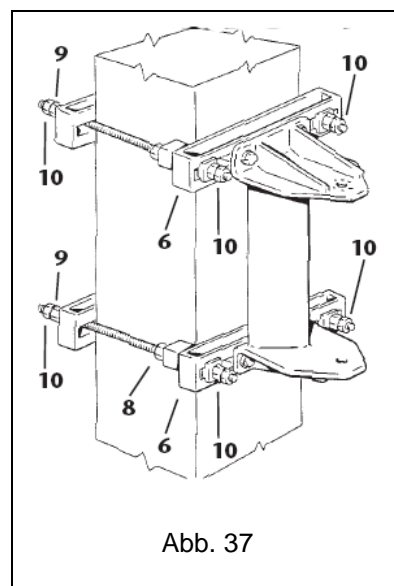

Abb. 37
7. Die hinteren Klemmmuttern **9** der Zugstangen mit einem Drehmomentschlüssel anziehen, wobei die Anzugsmomente (siehe Tabelle auf S. 12) entsprechend dem Durchmesser der Zugstangen anzuwenden sind, und anschließend mit den entsprechenden Sicherungsmuttern **10** gegen Losdrehen sichern. (Abb. 37).